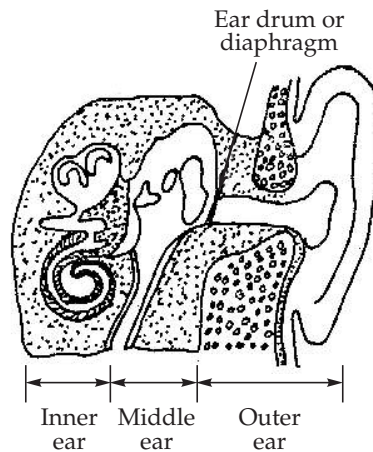

Fig. 1.25
1.26 HUMAN EAR (See Fig. 1.25)